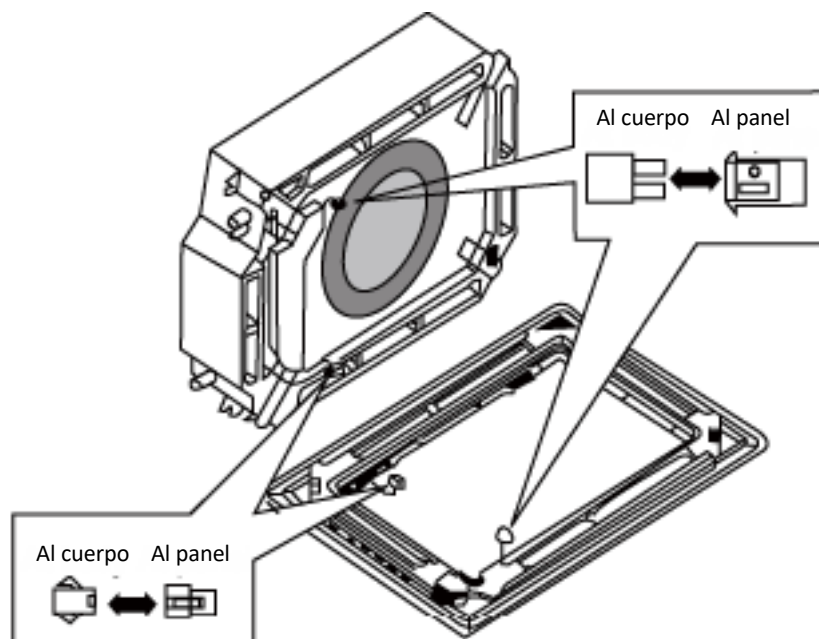

Fig. 34
(4) Conecte el motor de aleta oscilante como se muestra en la Fig. 34.